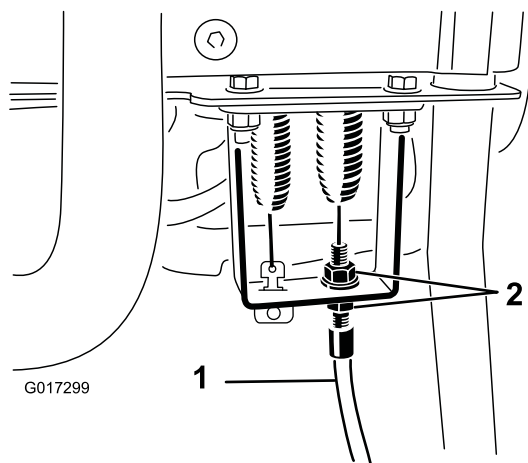

Figure 52
4. Au niveau de la traversée du panneau de commande, desserrez le câble de commande du cylindre pour détendre le câble (Figure 52).